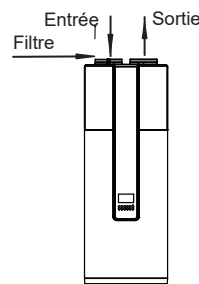

Fig. 3-14
5) Installation du filtre à l'entrée de l'unité. Dans le cas d'un appareil avec conduit, le filtre doit être placé à l'endroit où se trouve l'entrée du conduit. (Fig. 3-14/3-15)